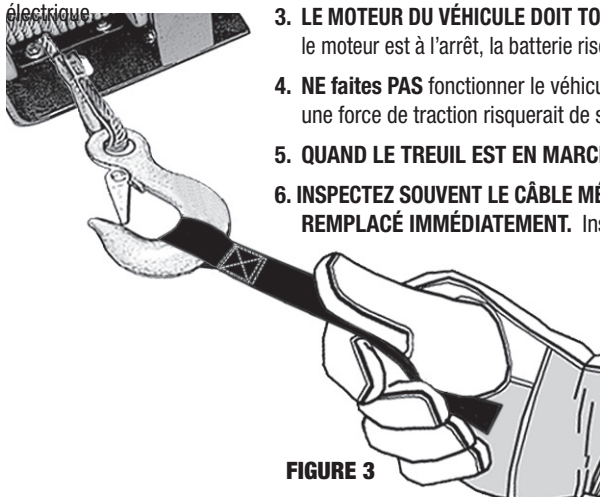

FIGURE 3
7. **PORTEZ DES GANTS EN CUIR ÉPAIS** pour manipuler le câble métallique. **NE LAISSEZ PAS LE CÂBLE MÉTALLIQUE SE DÉROULER DANS VOS MAINS, AVEC OU SANS GANTS. UTILISEZ TOUJOURS LA SANGLE DE TIRAGE MANUEL** pour guider l'enroulement et le déroulement du câble métallique. (FIGURE 3)
Étape 7 Vous êtes désormais prêt à mettre le treuil en service. Exercez-vous en déroulant et en enroulant le câble en roue libre sans application de charge. Prévoyez à l'avance quelques essais pour observer et écouter. Détectez les sons d'une traction continue légère, d'une traction lourde et les sons causés par le mouvement saccadé ou le déplacement de la charge. Vous acquerez ainsi de l'expérience et de la confiance. **PORTEZ TOUJOURS DES LUNETTES DE SÉCURITÉ, DES GANTS DE CUIR ET UTILISEZ LA SANGLE DE TIRAGE MANUEL (FIGURE 3).**
- 1. LE CÂBLE MÉTALLIQUE DOIT TOUJOURS ÊTRE ENROULÉ SERRÉ AUTOUR DU TAMBOUR.** Maintenez toujours le câble métallique régulièrement enroulé et serré autour du tambour. Ne laissez pas le câble s'enrouler de façon lâche. Un tambour lâchement enroulé permet au câble sous charge de se déplacer sous les couches d'enroulement de câble sur le tambour. Quand ceci se produit, le câble peut demeurer bloqué au milieu des enroulements et s'endommager. Il est de bonne pratique d'enrouler le câble métallique sous tension après chaque usage. Appliquez une tension en utilisant la sangle de tirage manuel (FIGURE 3) et portez **TOUJOURS** des gants.